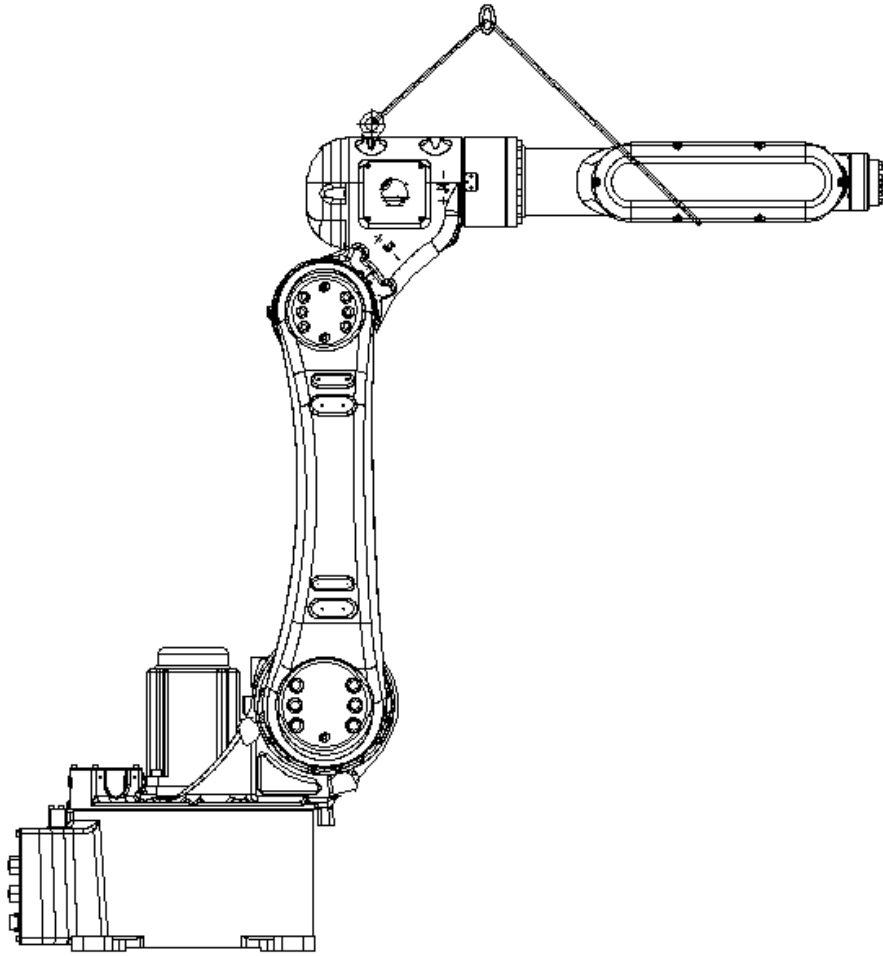
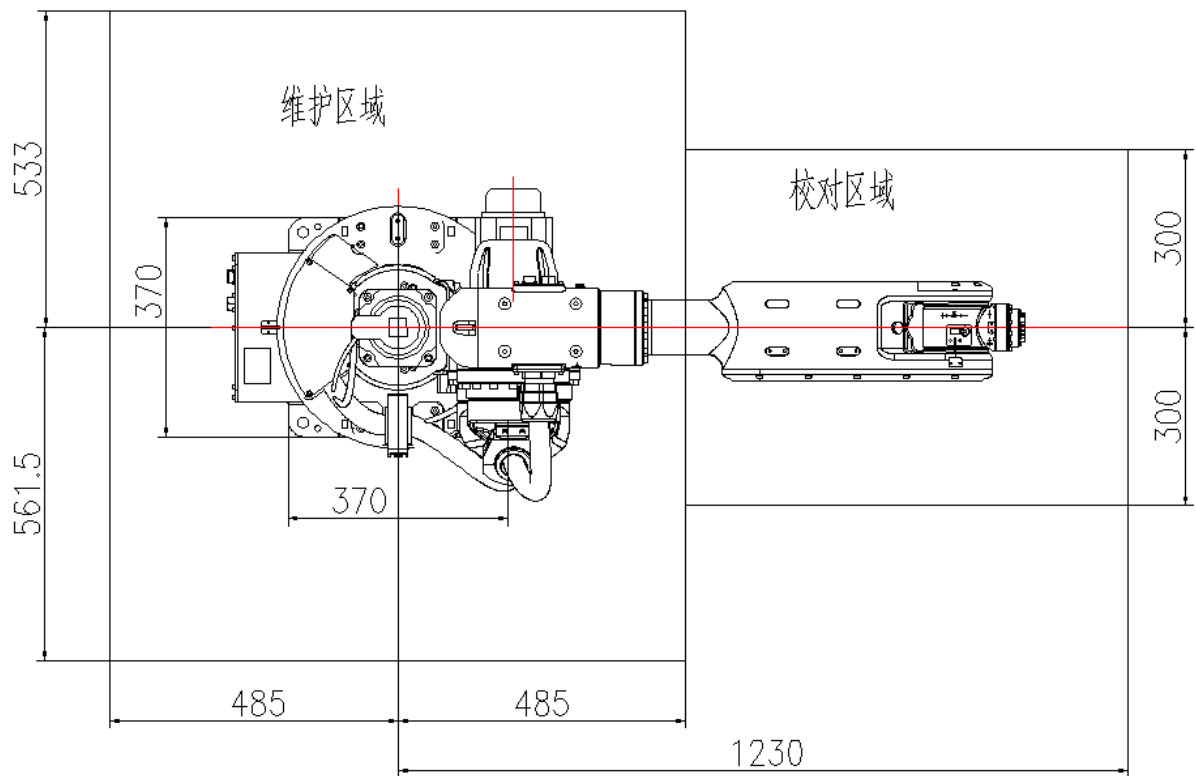

图 5.4 J2 马达更换位姿
图 5.5 维护区域
- 1 将机器人置于图 5.4 所示位置，用钢丝绳如图 5.5 悬起机器人同时将自制直径为 15mm 的插销插入大臂与 J2 轴基座孔处。
在图 5.5 中给出了机械单元的维护区域，同时为校准的机器人留下足够的校准区域。